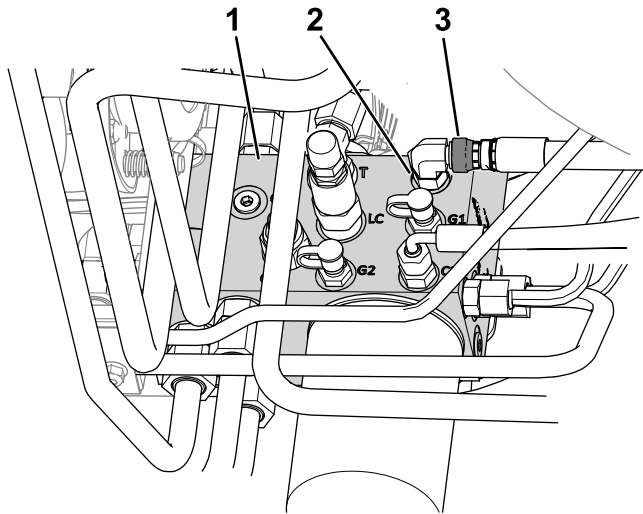

図 8
B. 油圧マニホールドのポート C1 に接続されているホースのスイベルナットをゆるめる 図 8。
E. ホースのスイベルナットをポート C1 (図 8) に 41 N·m でトルク締めする